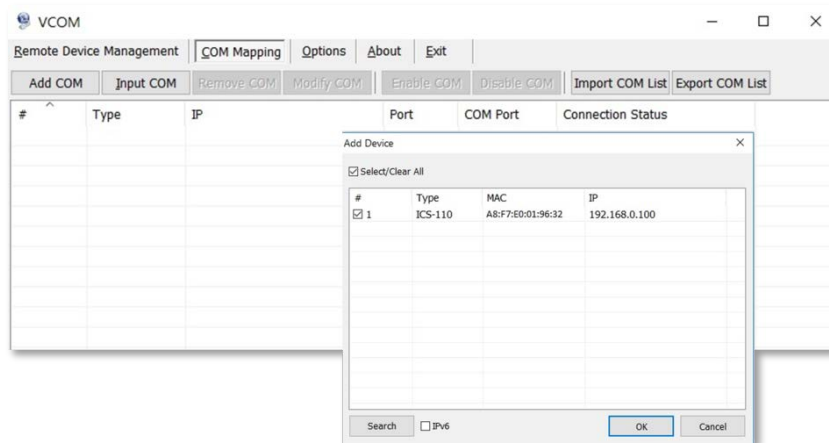

Figura 5-3-2:software VCOM
2. Una vez que se haya encontrado un servidor, selecciónelo para agregarlo a la lista de mapeo COM y haga clic en "Aceptar" para que surta efecto como se muestra en Figura 5-3-2.